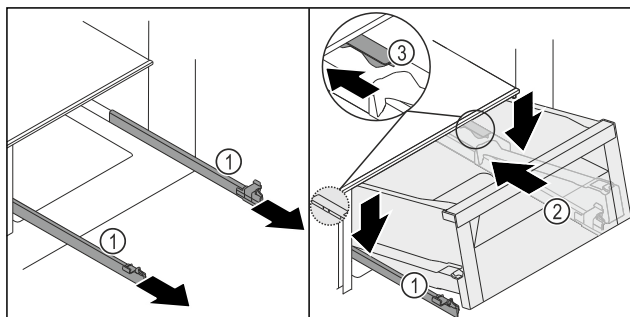
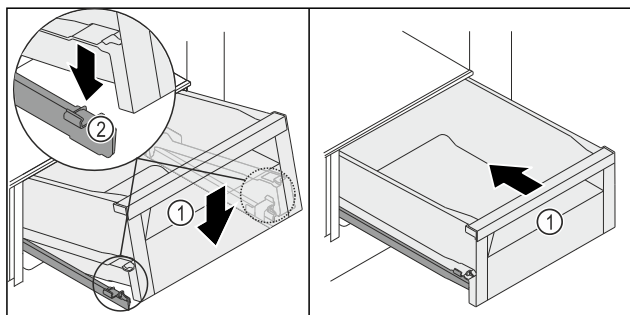

Fig. 211
Fig. 212
- Kolejničky Fig. 211 (1) pevně držte a zásuvku Fig. 211 (2) nasadte shora za zářezku Fig. 211 (3) na kolejničkách Fig. 211 (1).
- Zásuvku Fig. 211 (2) na kolejničkách Fig. 211 (1) zasuňte až na doraz směrem dozadu.
- Zásuvku Fig. 211 (2) vpředu spusťte dolů tak, aby se zásuvka zasunula vlevo a vpravo do svorky Fig. 212 (2).
- Zásuvka Fig. 212 (1) slyšitelně zacvakne.
- Zásuvku Fig. 212 (1) zasuňte.